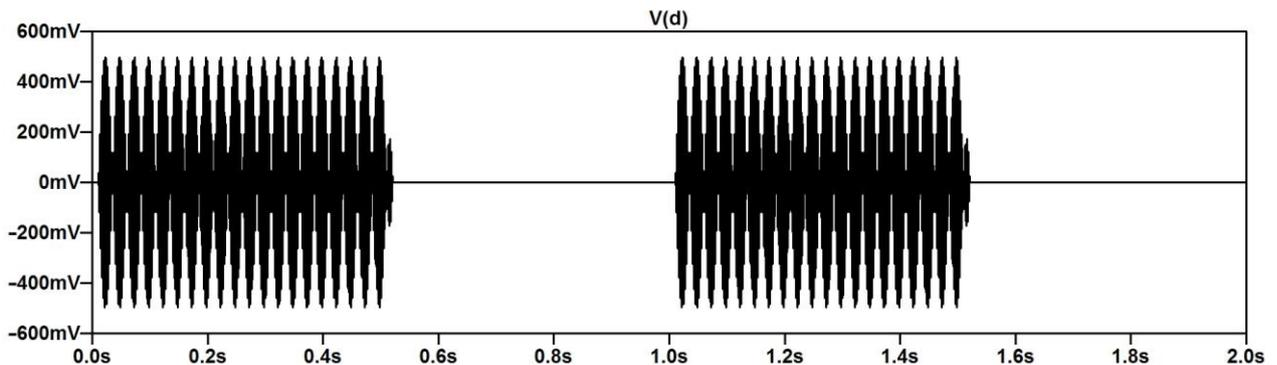

Bild 25: Spannung, die am Knoten „D“ gebildet und als Wave-Datei gespeichert wird
- Nach dem Starten der Simulation wird die Spannung für den Knoten „D“ berechnet (vergleiche **Bild 25**) und gleichzeitig die Wave-Datei mit dem Namen „V(D).wav“ im durch die `.Wave`-Anweisung angegebenen Ordner gespeichert. Diese kann dann hörbar gemacht werden.